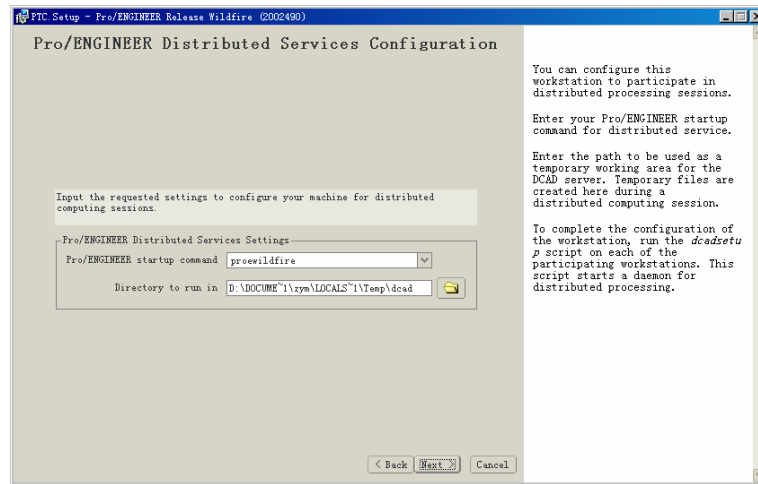

图 1.10 DCAD 服务器设置
(10) 在图 1.10 所示的界面中设置 DCAD 服务器。在这一步中，如果没有特殊的要求，一般使用默认设置即可。单击“Next”按钮，进入下一步安装界面。